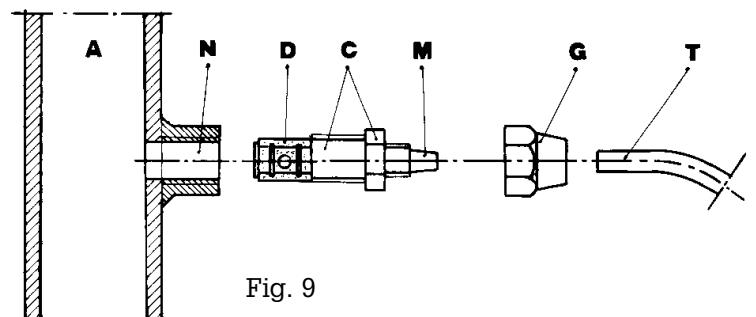

Fig. 9
- g.- Seleccione el punto de inyección más apropiado en la tubería de la instalación a tratar y coloque un empalme de 3/8 " gas hembra. Este empalme no viene con la bomba. Enrosque la válvula de inyección en el empalme con la junta de impermeabilización de Teflón Fig.9. Conecte el tubo de la juntura cónica de la válvula de inyección y asegúrelo con la abrazadera G correspondiente. La válvula de inyección es también una válvula estática.
### 3.1 -ESQUEMA DE MONTAJE DE LA VÁLVULA DE INYECCIÓN FIG. 9